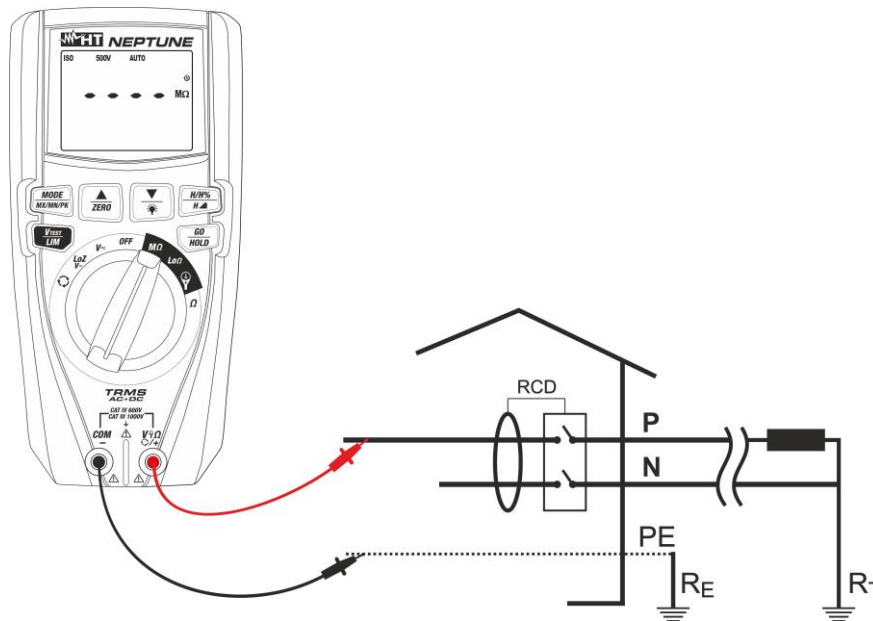

Abb. 15: Verwendung des Geräts zur Messung des Isolationswiderstands im Betriebsmodus AUTO
7. Verbinden Sie die rote Messleitung mit der Eingangsbuchse **V Ω /+** und die schwarze Messleitung mit der Eingangsbuchse **COM/-** und verbinden Sie das Gerät mit dem zu prüfenden System (siehe Abb. 15).